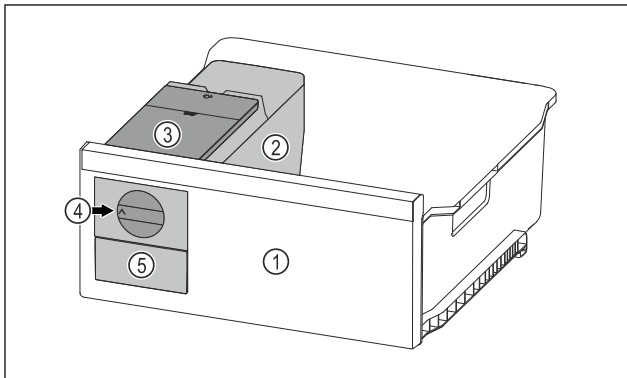

Fig. 102 Immagine a titolo di esempio
- ▶ Ruotare la manopola *Fig. 102 (4)* verso destra finché non si arresta.
- ▷ I cubetti di ghiaccio cadono dalla ciotola dei cubetti di ghiaccio nel cassetto dei cubetti di ghiaccio *Fig. 102 (5)*.